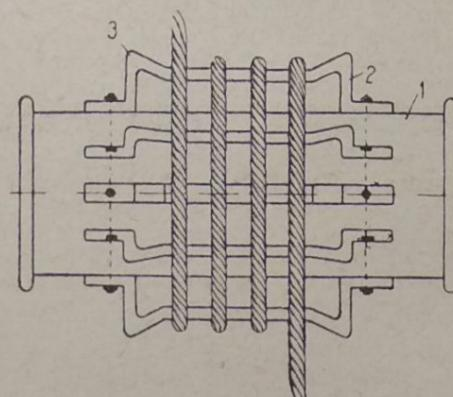

Рис. 1
Реконструкция (рис. 1) заключается в том, что к барабану (1) укрепляют восемь стальных (в крайнем случае железных) скоб (2). Размеры скоб зависят от выбранной скорости движения троса и его толщины. Ширина скобы (рис. 2) должна не только допускать свободное размещение четырех витков троса, но и некоторое перемещение троса вдоль барабана. Так например, если трос имеет диаметр 12 мм, то ширина постели скобы должна быть не менее 120 мм. Высота скобы зависит от того, какую скорость дают тросу. Чем больше высота скобы, тем больше будет окружная скорость барабана, а, следовательно, и скорость троса.
Реборды (3) (см. рис. 1) должны быть такой величины, чтобы трос не